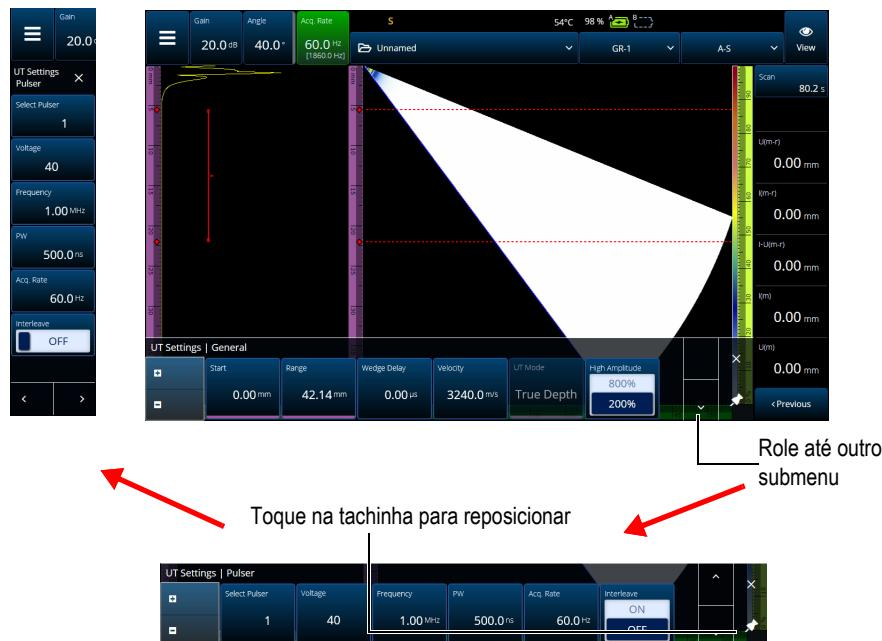

Figura 2-3 Role e reposicione um submenu de parâmetro
O menu aparece temporariamente na horizontal sobre a área da tela de dados, com as seleções de submenu à direita. Quando selecionado, o submenu de parâmetros aparece sobre a tela de dados. É possível rolar para outro submenu usando os botões de seta ( ). O submenu pode ser oculto tocando o botão fechar (X) ou pode ser fixado () ao lado da tela (Figura 2-3 na página 32).